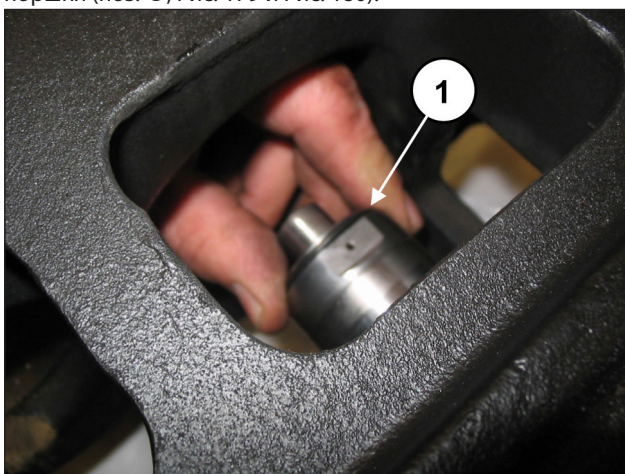
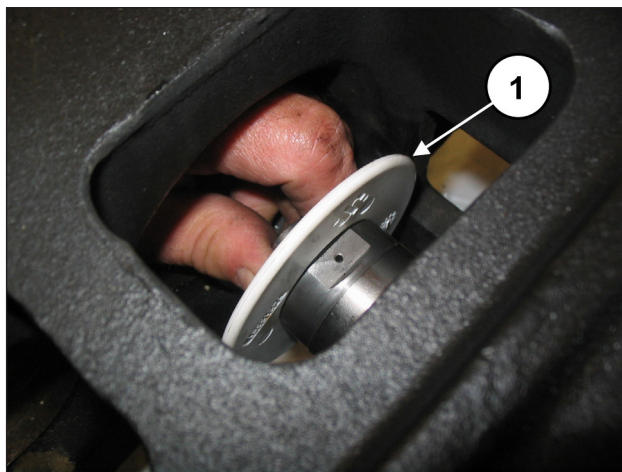

Рис. 179
Рис. 180
Установите брызгозащитное кольцо вместе с уплотнительным кольцом в гнездо на направляющей поршня (поз. ①, Рис. 179 и Рис. 180).